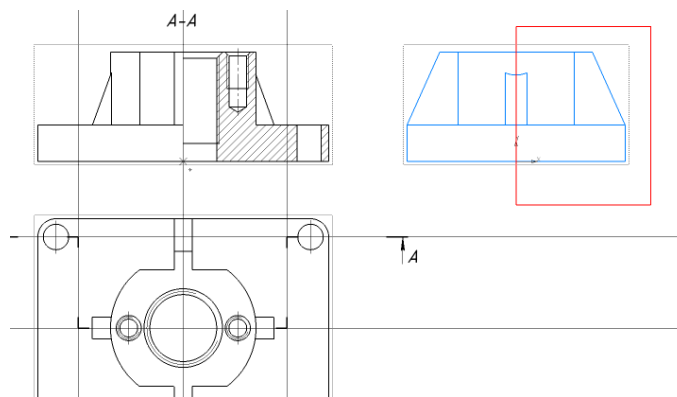

Рис. 44 Команда «Местный разрез»
- **Черчение – Виды – Местный разрез (рис. 44).**